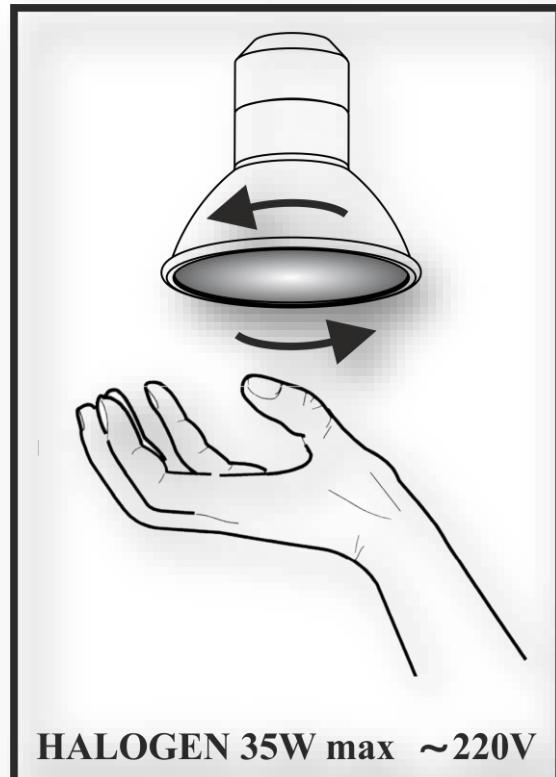

Рис.7
7.12 На витяжці встановлені **HALOGEN** лампи підсвітки робочої зони плити. Перед початком заміни ламп освітлення необхідно відключити витяжку від електромережі, дати можливість охолонути лампам. Для заміни лампи необхідно зняти алюмінієві фільтри, відтиснути тримач патрона так, щоб лампа вийшла з корпусу витяжки і повернувшись її проти годинникової стрілки (рис.7). Замість неї необхідно встановити нову з тими ж характеристиками і встановити фільтри.